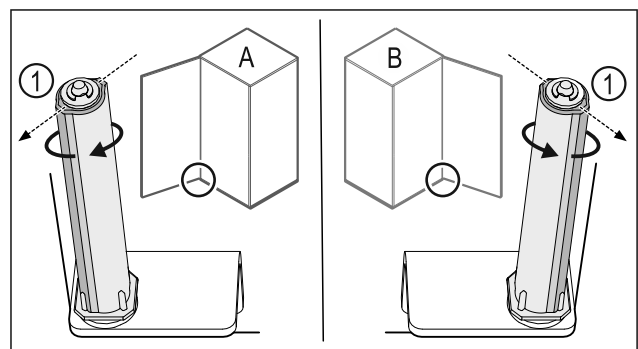

Fig. 33 Battuta a sinistra (A) / battuta a destra (B)
- ▶ Ruotare il sistema di chiusura contro la resistenza fino a quando la sporgenza del sistema di chiusura Fig. 33 (1) non è rivolta verso l'esterno.